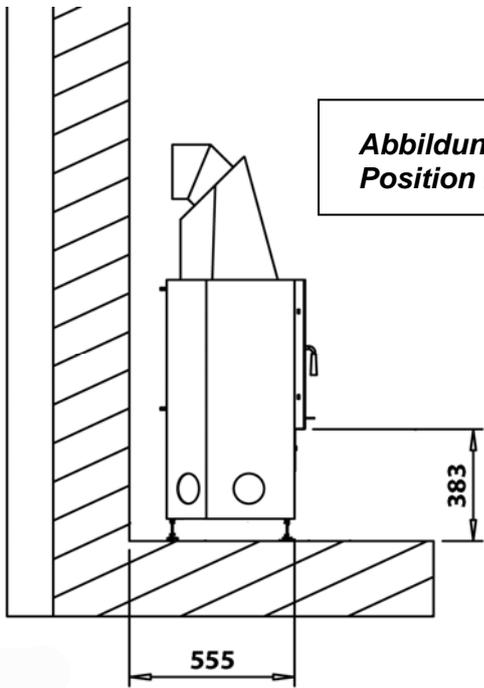

Abbildung: 1 Kamineinsatz in Position bringen
3. Den Kaminofen in der richtigen Höhe mit Gabelschlüssel SW 13 durch Verdrehen der Stellfüße einrichten. Die ideale Höhe ist (siehe Abbildung 1) ersichtlich. Stellen Sie bitte zur Kontrolle den Sockel mit der Sockelplatte auf. Die Unterkante der Blende mit Luftregler am Kaminofen kann mit dem Unterbau der Betonverkleidung fugenlos abschließen oder auch ungefähr 1 bis 2 Millimeter höher sein (Achtung: Durch das Verkleben ändert sich die Gesamthöhe minimal: es ist jedoch möglich, den Kaminofen abschließend durch Verdrehen der Stellfüße in die gewünschte Höhe zu justieren).
4. Außerdem ist der Abstand zur Stellwand auf das richtige Maß einzustellen (siehe Abbildung 1).